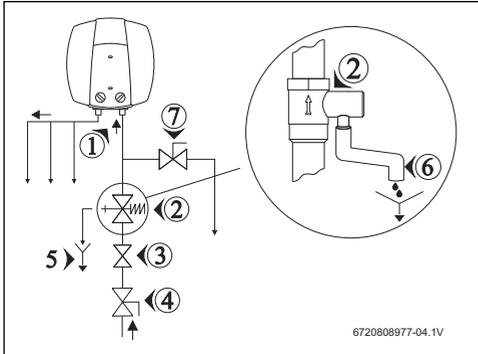

Fig. 9 Toma de agua
- Montar la válvula de seguridad en la conexión de agua fría del acumulador de agua caliente (fig. 9).
Si la presión del agua supera el 80 % de la presión máxima del acumulador de agua caliente, es decir 6,4 bar, instale la válvula de reducción de presión (fig. 9). Si la presión del agua en el acumulador de agua caliente rebasa los 6,4 bar, se activará la válvula de seguridad. En este caso deberá existir la posibilidad de desviar el agua.
- Cerrar la válvula de cierre del agua (→ fig. 9).